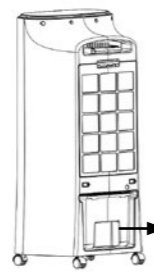

imagen 1
1. Retire el depósito de agua. Imagen 1.